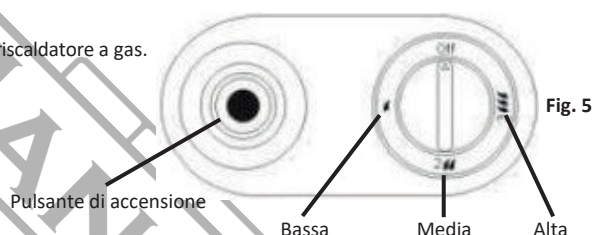

Fig. 5
Manopola di regolazione del gas (Fig. 5)
Pulsante di accensione piezoelettrico (Fig. 5)
2. Aprire la bombola del gas ruotando la valvola della bombola a sinistra. Ruotare la manopola di regolazione del gas sul riscaldatore in posizione "Low" (bassa) (fig. 5).
4. Tenendo premuta la manopola di comando, premere il pulsante di accensione piezoelettrico (fig. 5) 2 o 3 volte. Ogni volta che si preme il pulsante di accensione piezoelettrico si sente uno scatto e si vede una scintilla sul bruciatore pilota.
1. Ruotare la manopola di controllo del gas in posizione "Low" (bassa) (fig. 5) e chiudere la valvola della bombola del gas ruotando la manopola sulla bombola a destra.